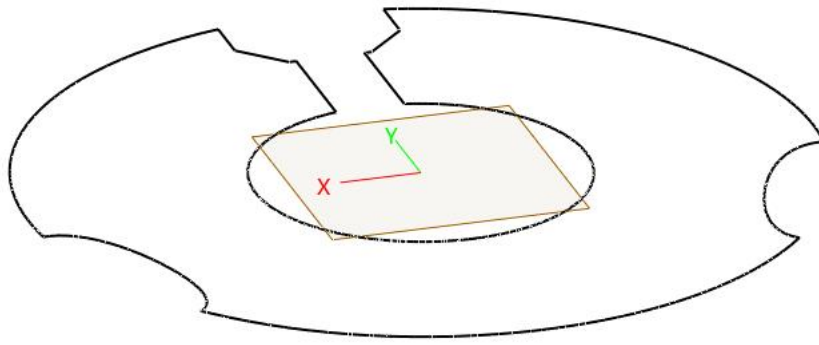
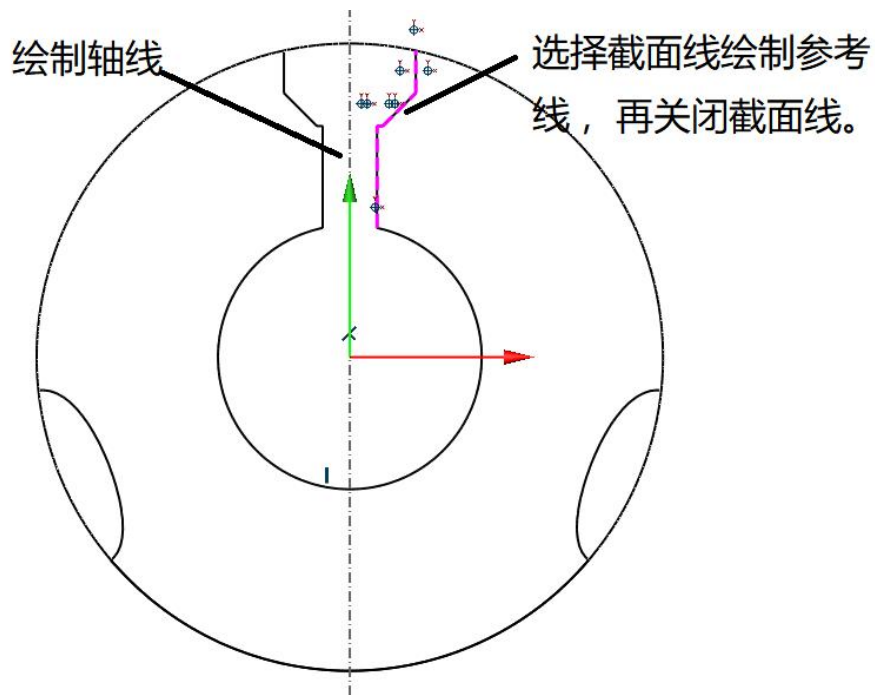

图 8-31 截面线
图 8-32 绘制参考线
截面效果如图 8-31 所示
(3) 通过截面线绘制旋转截面线。选择图 8-31 所示的基准面作为草图的构图平面。如图 8-32 所示。